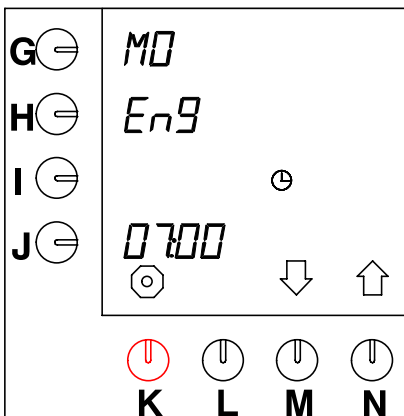

Fig. 30 Taalinstelling
- Na 10 seconden verschijnt knipperend de standaard instelling "EnG" naast de programmeertoets (fig. 30).